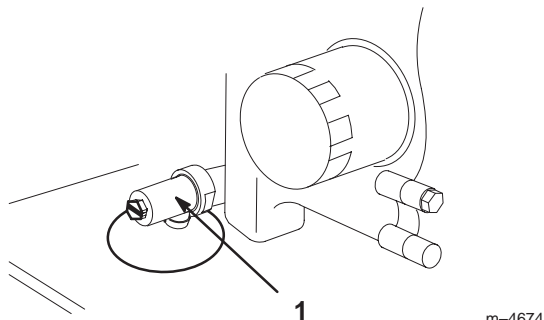

Figure 43
3. Placez un bac de vidange sous l'orifice de vidange. Ouvrez le robinet de vidange avec un tournevis à lame plate, une clé de 3/8 pouce ou une clé de 10 mm (Fig. 43).
4. Tournez le robinet dans le sens horaire pour le fermer et dans le sens anti-horaire pour l'ouvrir (Fig. 43).
5. Quand toute l'huile s'est écoulée, refermez le robinet de vidange (Fig. 43).